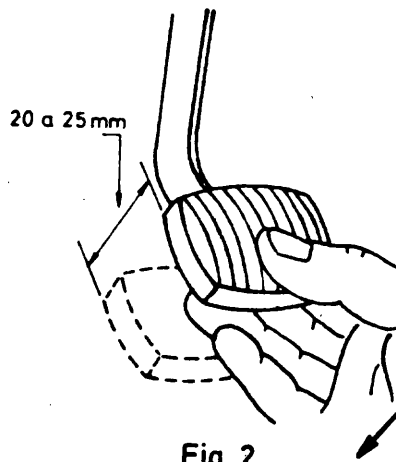

Fig. 2
- ___ a Presione el pedal para observar su recorrido libre (fig. 2).